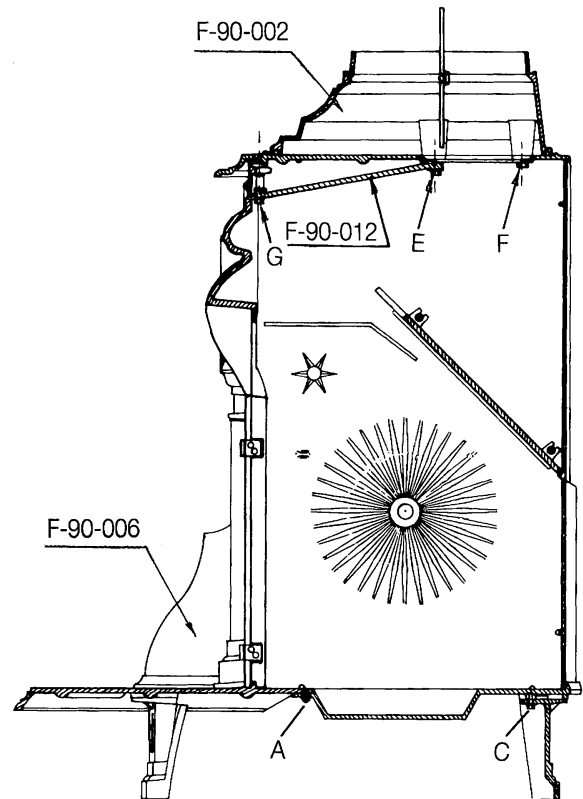

Fig. 4
7. Para la colocación de las aletas (F-90-006), adosar las mismas a las respectivas columnas, fijándolas mediante cuatro tornillos (M.6x10, gotasebo). Fig. 4.